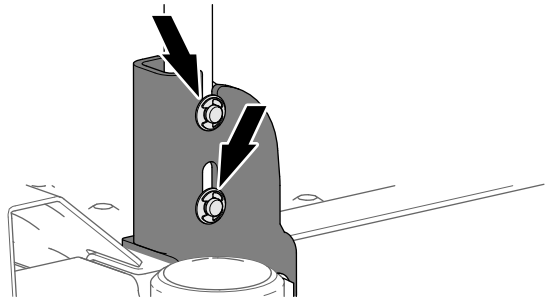

Bild 10
3. Stellen Sie sicher, dass der Stützgriff vollständig in den Langlöchern der Halterung sitzt, wie in Bild 10 dargestellt.